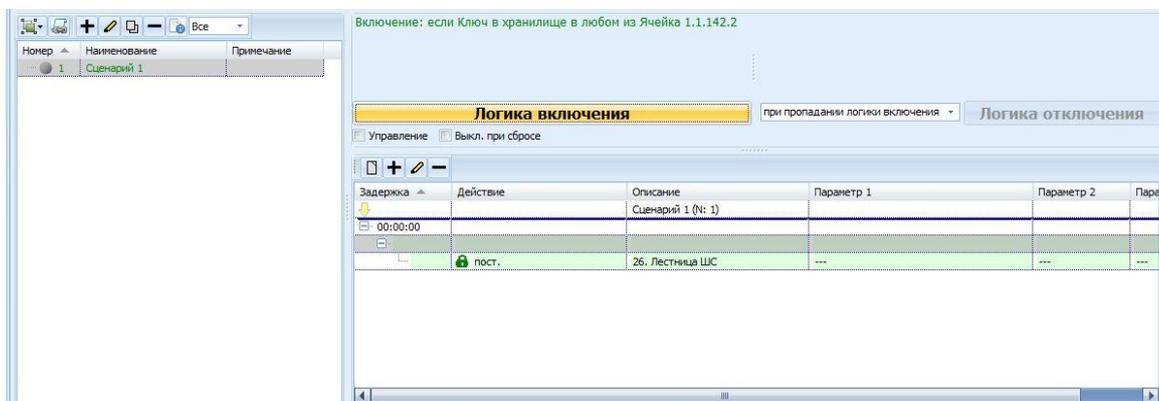

Рисунок 4.20
- 2) Добавить в исполнительный блок сценария охранную зону, ключ от которой находится в хранилище. Указать действие с зоной – Поставить (Рисунок 4.20).
- 3) Настроить отключение сценария – при пропадании логики включения. В этом случае сценарий отключится (зона снимется с охраны), как только пропадет состояние «Ключ в хранилище» в выбранной ячейке (Рисунок 4.20).